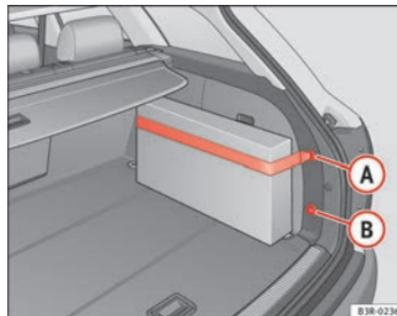

Fig. 119 Cinturón de sujeción en el revestimiento lateral derecho del maletero
- Enganche el cinturón de sujeción en el alojamiento **A** o bien **B** ⇒ fig. 119.